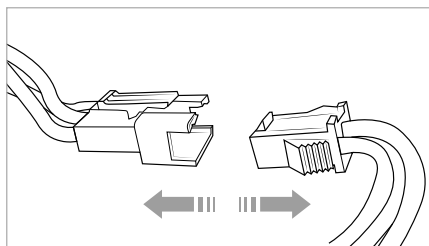

Fig. 27
- 2) Débranchez le connecteur de la batterie (voir fig. 27) et sortez-le du compartiment à batterie.